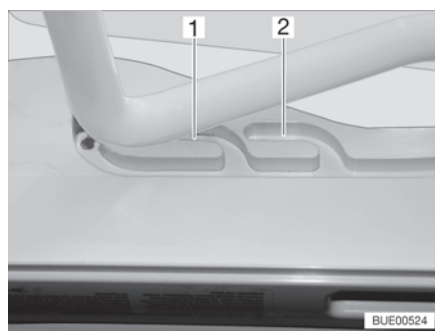
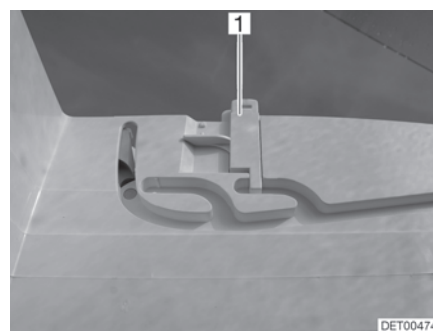

Fig. 81 Oblò Heki in posizione di ricircolo d'aria
Fig. 82 Bloccaggio della posizione di ricircolo d'aria
È possibile portare l'oblò Heki in due posizioni di ricircolo d'aria: Posizione brutto tempo (Fig. 81,1) e posizione centrale (Fig. 81,2). A seconda del modello, l'oblò può essere bloccato sulla posizione centrale del suo telaio con i due chiavistelli (Fig. 82,1) di sinistra e destra.
- Premere la staffa leggermente verso l'alto, spingerla nella guida selezionata (Fig. 81,1 o 2) ed eventualmente bloccarla.